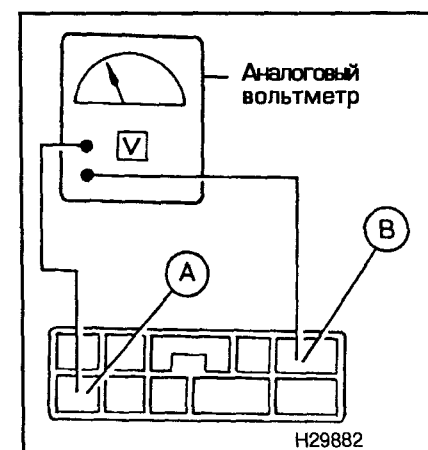

Рис. 26.2. Подключите аналоговый вольтметр к клеммам А и В диагностического разъема
- 1 Подключите аналоговый вольтметр к клеммам А и В диагностического разъема (см. рис. 26.2).